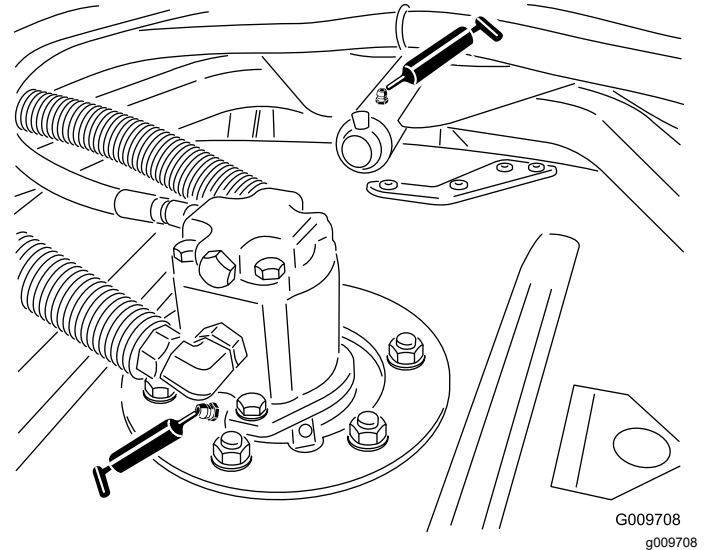

Bild 54
- Spindelwellenlager des Mähwerks (2 pro Mähwerk), wie in Bild 54 abgebildet
- Trägerarmbüchsen des Mähwerks (1 pro Mähwerk), wie in Bild 54 abgebildet